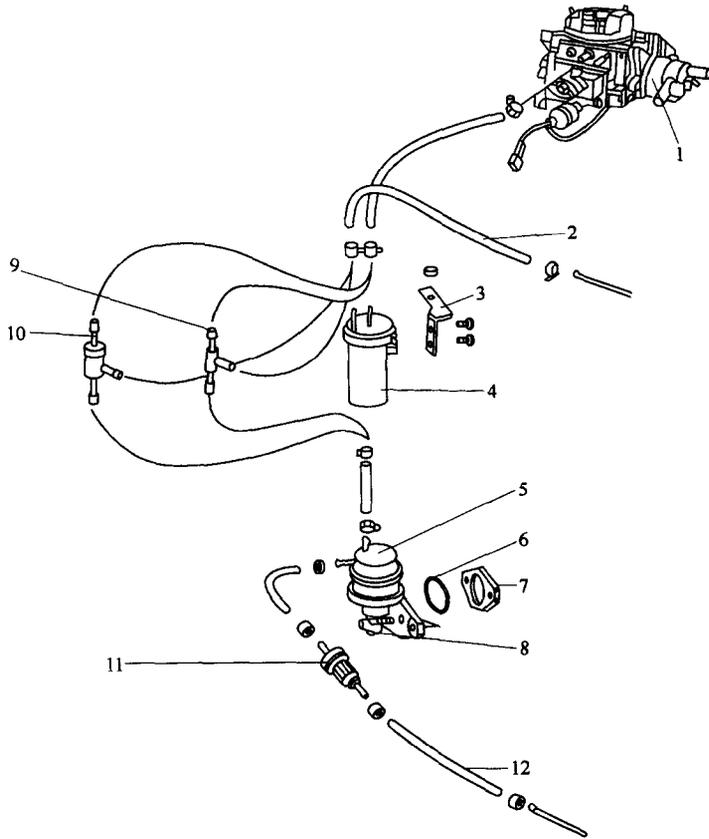
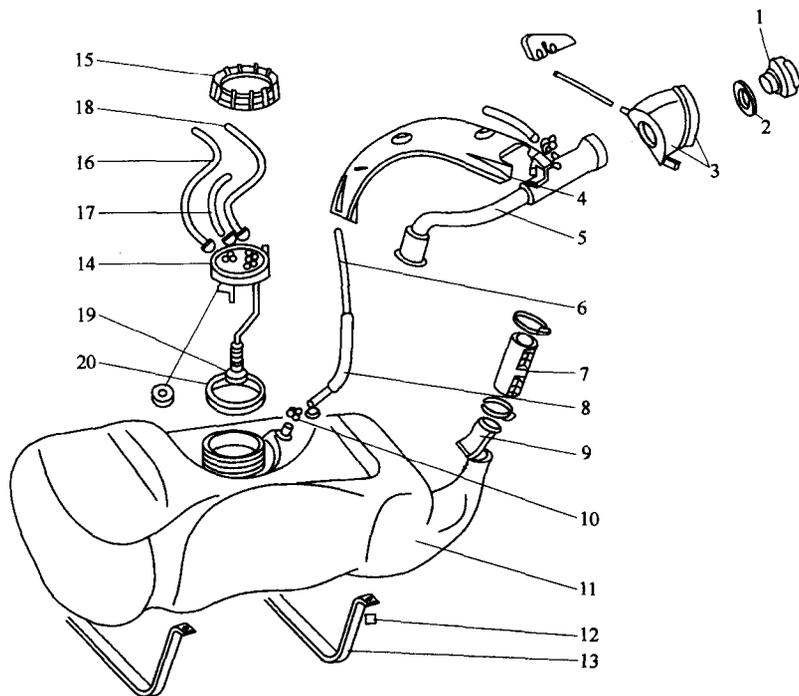

图 2-15 燃油系统零部件的分解图(一)
图 2-16 燃油系统零部件的分解图(二)
(8)燃油系统的分解:燃油系统零部件的分解如图2-15和图2-16所示。